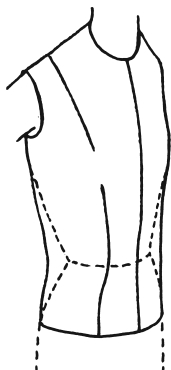
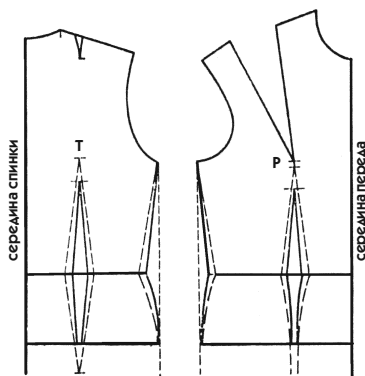

Рис. 97
Рис. 98
На передке лифа этот перекосяк еще заметнее, чем на спинке, если убрать излишек ширины в боковой срез. Поэтому лучше применить пояснение к рис. 98.
2. Проведите линию длины в соответствии с данными ранее объяснениями, отступив от линии талии 12 см (см. рис. 98).
Для лучшего понимания рассмотрим рис. 97 и предположим, что вы хотите осуществить легкое прилегание блузы на уровне талии для различных типов фигуры.
- **Для нормальной фигуры** (обозначена на рис. 97 пунктирной линией) соответствует базовое лекало на рис. 98. Для такой фигуры вытачки следует делать на переде и спинке лифа глубиной 2 см, а в боковом срезе — 1,5 см (это средняя величина).
- на переде и спинке лифа внутри вытачек базового лекала обозначьте по линии талии желаемую (например, 2 см) глубину вытачки (сплошные линии на рис. 98). Если вы сомневаетесь, какую глубину придать вытачкам в подобном случае, начертите совсем узкие вытачки: на примерке легче углубить вытачки, чем распарывать их и расширять изделие;
- вдоль боковых срезов прежде всего проведите прямую линию от одного края до другого (мелкий пунктир на рис. 98). От этой линии наметьте углубление, которое вы хотите получить по линии талии, затем проведите прямую линию вверх до соединения с краем проймы, а линии, проведенные вниз, слегка изогните (сделайте на талии по боковому срезу углубление в 1,5 см).